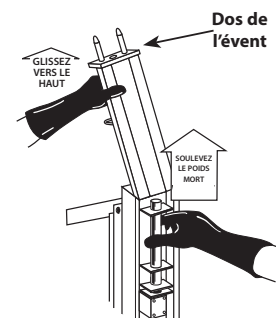

FIGURE 23 (Modèles PF)
- Retirez le poids mort et essuyez le bloc d'évent (Figure 23). Nettoyez le poids mort à l'évier, séchez-le avec une serviette et remettez-le en place dans l'ensemble de l'évent.